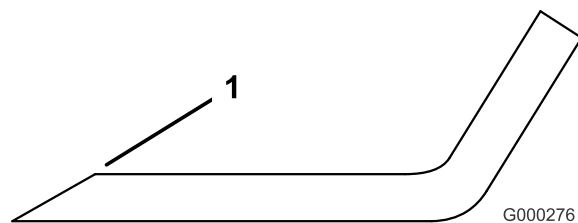

Bild 77
1. Schärfen Sie die Schnittkante an beiden Enden des Schnittmessers mit einer Feile (Bild 77). Behalten Sie den ursprünglichen Winkel bei. Das Schnittmesser behält seine Auswuchtung bei, wenn von beiden Schnittkanten die gleiche Materialmenge entfernt wird.